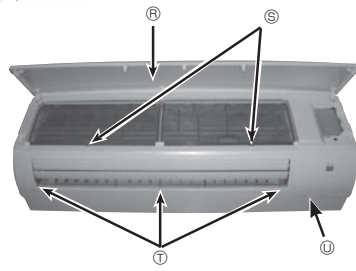

Fig. 6-2
1. Presione y suelte los tiradores a ambos lados de la rejilla frontal y levante la rejilla hasta que quede a nivel. Tire de los goznes hacia delante para extraer la rejilla frontal. (Fig. 6-2)
7. Extraiga el tornillo de la cubierta angular. (Fig. 6-2)